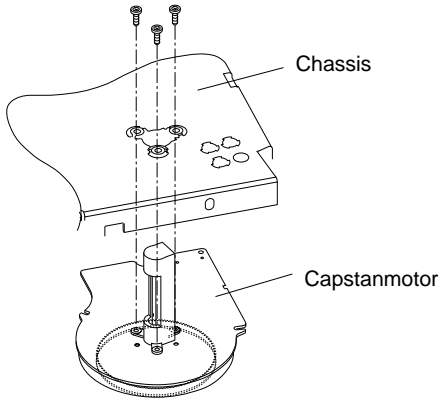

Fig. 12
- 3 Befestigungsschrauben auf der Oberseite entfernen und den Capstanmotor nach unten aus dem Laufwerk nehmen (Fig. 12).
- Remove the driving belt (pos.126).
- Remove the three capstan motor fixing screws and withdraw the capstan motor downward from the tape deck (Fig. 12).